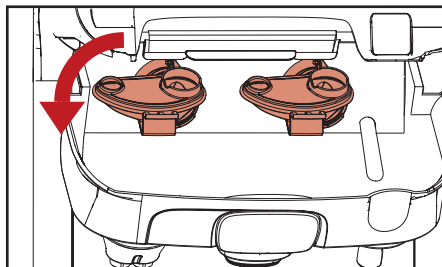

Рис. 5.10 — Достаньте смесительные емкости
- ii. Чтобы достать смесительные емкости, поверните их по часовой стрелке и потяните на себя (рис. 5.10).